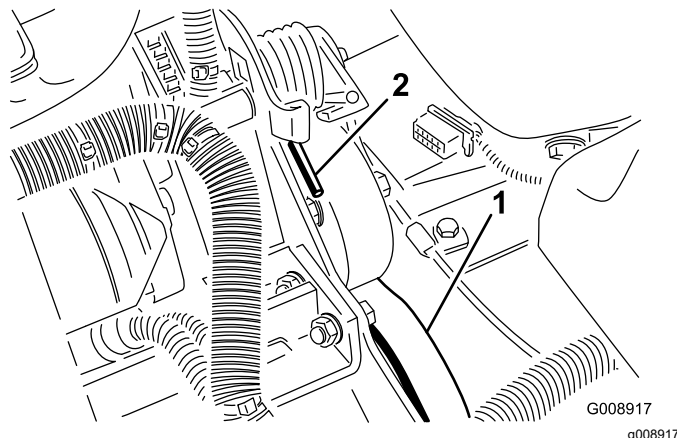

Figura 62
2. Empuje hacia adelante y hacia abajo sobre el extremo del muelle (Figura 62) para desengancharlo del soporte y liberar la tensión.